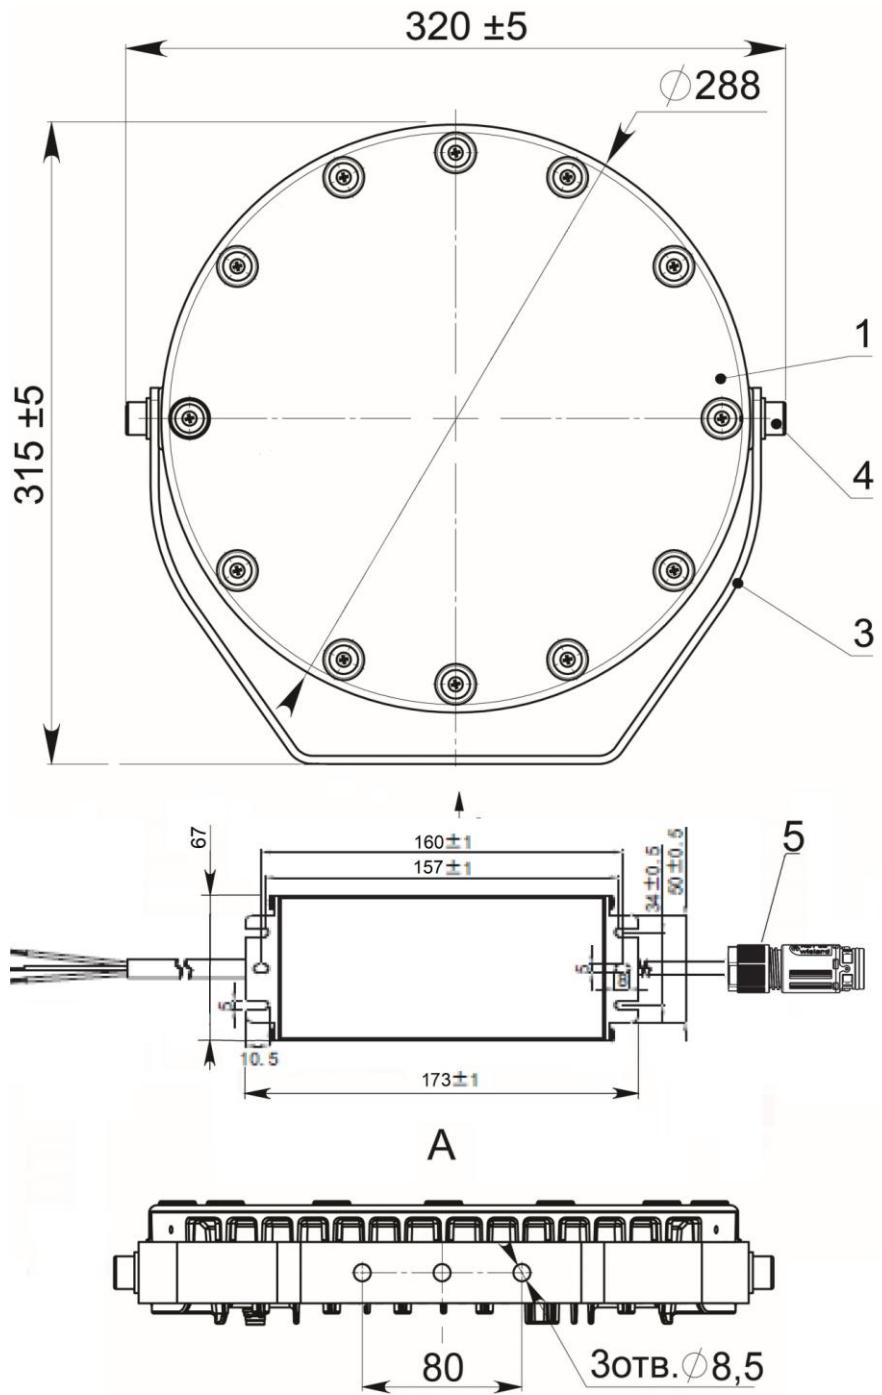

Рис.1
- 2.1. Прожекторы GALAD Аврора LED-48 (рис.1) со светодиодными модулями предназначены для архитектурного освещения зданий.
5.1. Установить оптиическую часть прожектора (поз.1), закрепив скобу (поз.3) тремя болтами M8 (см. рис.1).